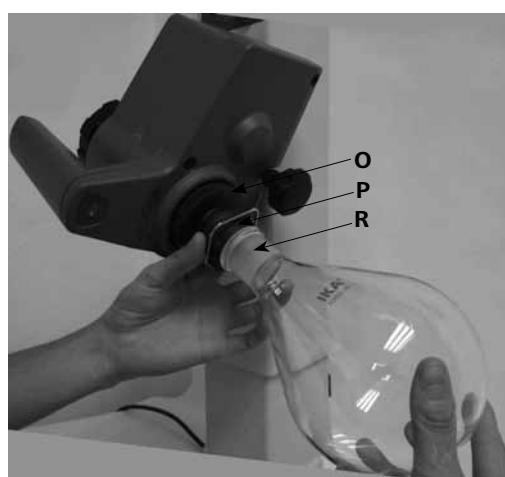

Fig. 15
- Placer le ballon d'évaporation (**R**) sur le tube de vapeur. (Fig. 15)